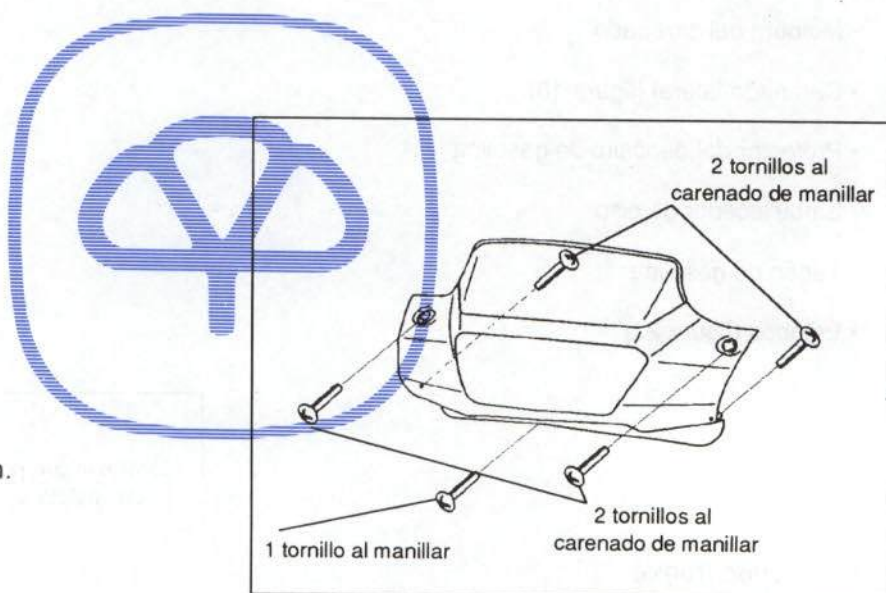

Figura 25.- Unión del parabrisas
En la figura 25 se muestra su fijación.
- Parabrisas (figura 25)